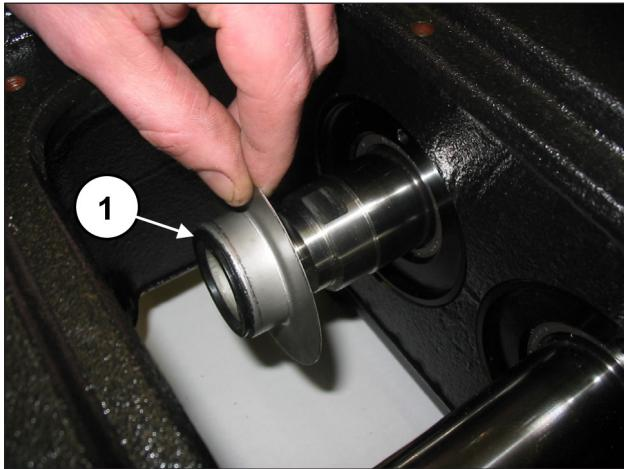

Abb. 97
Montieren Sie den Spritzschutz und den Spritzschutz-Distanzring in die Aufnahme an der Kolbenführungsstange (Pos. ①, Abb. 97 und Abb. 98).